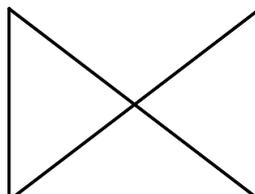

图 3-8 绘制相互交叉的两条直线
- 02** 按 F8 键，关闭正交功能；按 Enter 键，调用【直线】命令，绘制相互交叉的两条直线，结果如图 3-8 所示。